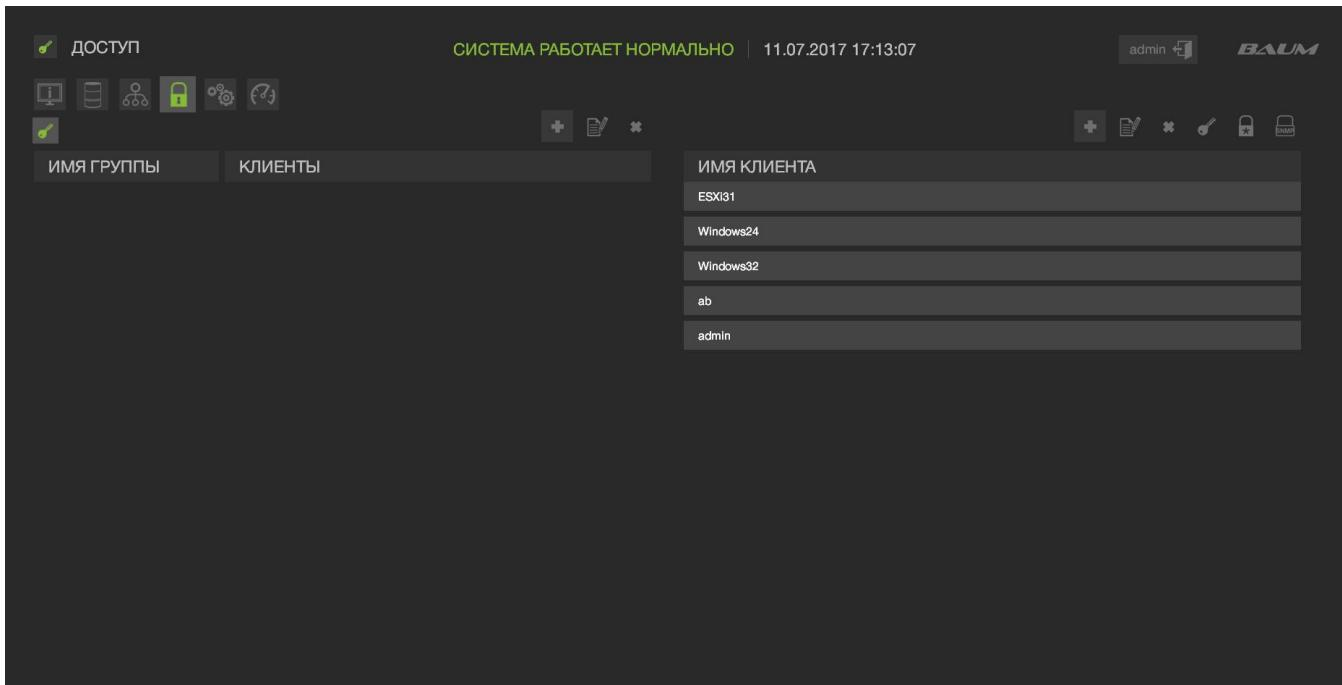

Рисунок 16 – Вкладка «Доступ»
- 1) Перейти во вкладку «Безопасность» → «Доступ» (см. Рисунок 16).